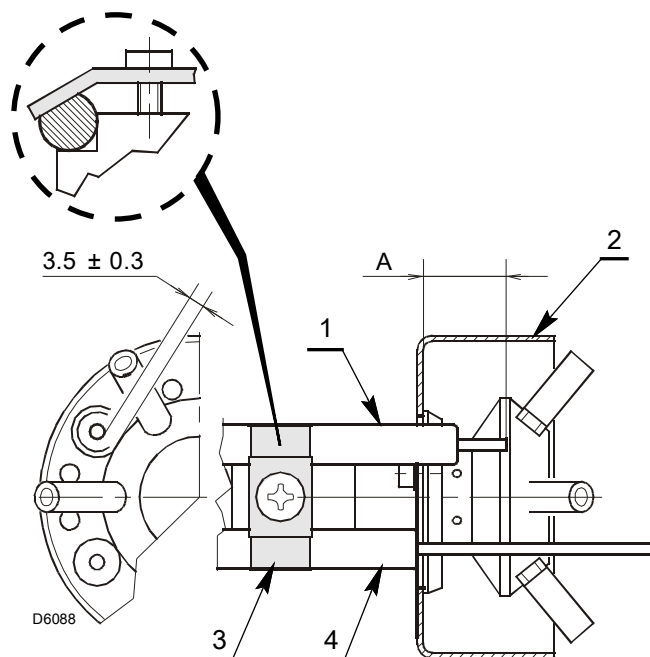

图 14
- ▶ 确保板 3 (图 14) 始终插在电极 1) 的平坦位置。